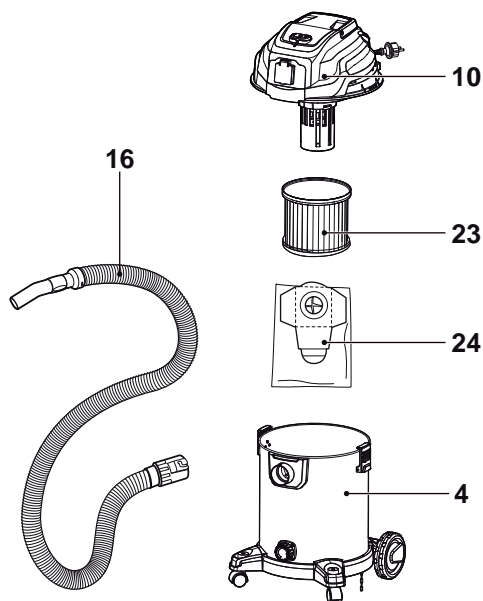

Fig. 5 Aspiração a seco e sopragem
- com filtro do cartucho (23) e o saco de pó (24) montado para aspiração a seco e sopro (Fig. 5)